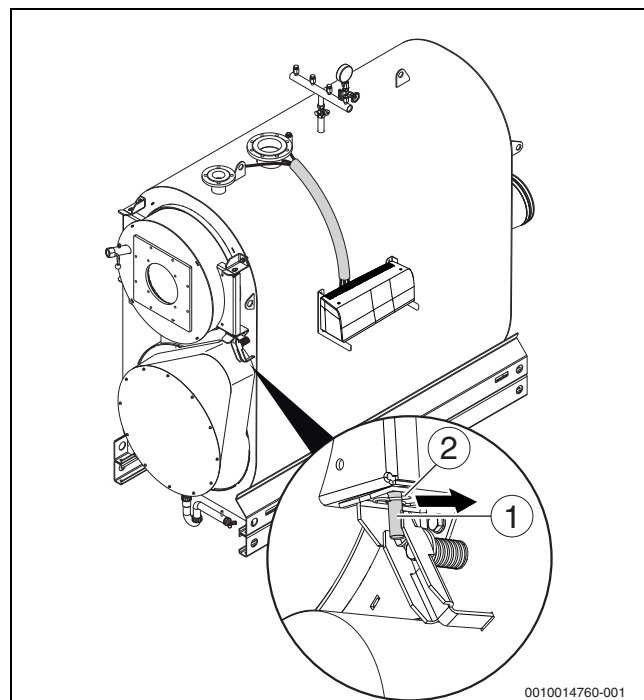

Рис. 14 Удаление предохранительного шплинта
- ▶ Затяните пружину винтом с внутренним шестигранником так, чтобы между коромыслом и шарнирной осью образовался зазор (→ рис. 14, стр. 23).
- ▶ Выньте вверх шарнирную ось (→ рис. 14, [1], стр. 23) из отверстия шарнира.
- ▶ Вставьте шплинт под нижним кронштейном двери в шарнирную ось (→ рис. 14, стр. 23).